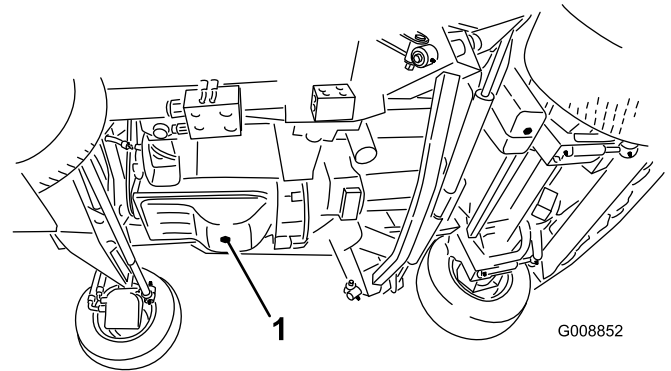

Bild 63
1. Entfernen Sie die Ablassschraube (Bild 63) und lassen Sie das Öl in die Auffangwanne ab. Schrauben Sie die Ablassschraube wieder ein, nachdem das Öl abgelaufen ist.